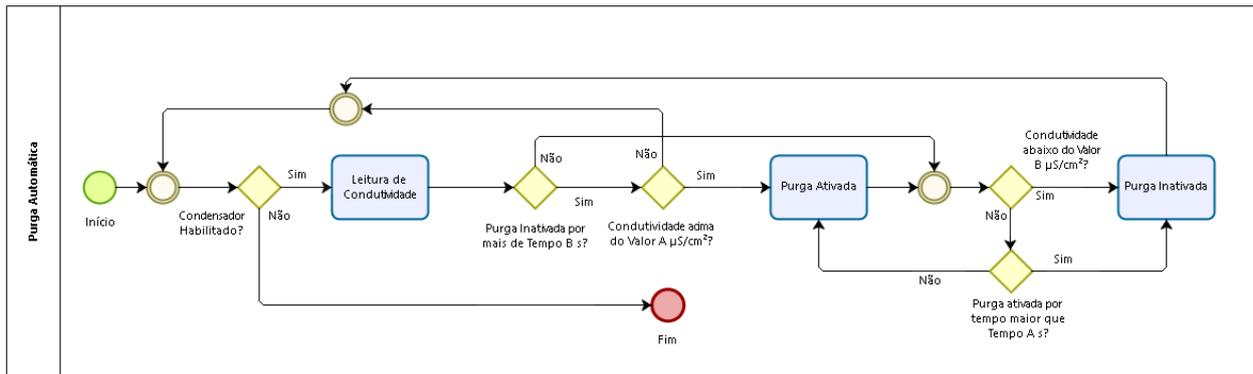

Figura 2 – Fluxograma de funcionamento da purga automática
O fluxograma da Figura 2 mostra o funcionamento do sistema de purga automática.
- A válvula esfera motorizada AMZ112 DANFOSS deve sempre ficar protegida com a caixa de aço inoxidável ilustrada na Figura 2. A ausência da proteção, descaracteriza a garantia.